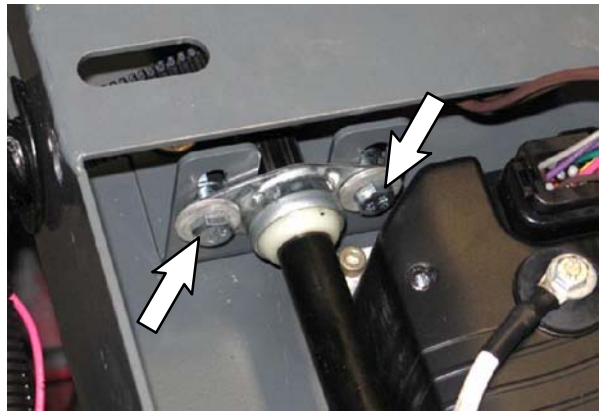

FIG. 18
17. Allentare l'hardware che fissa il cuscinetto della flangia alla staffa di supporto. **Non** rimuovere il cuscinetto della flangia dalla staffa di supporto. (Fig. 18)